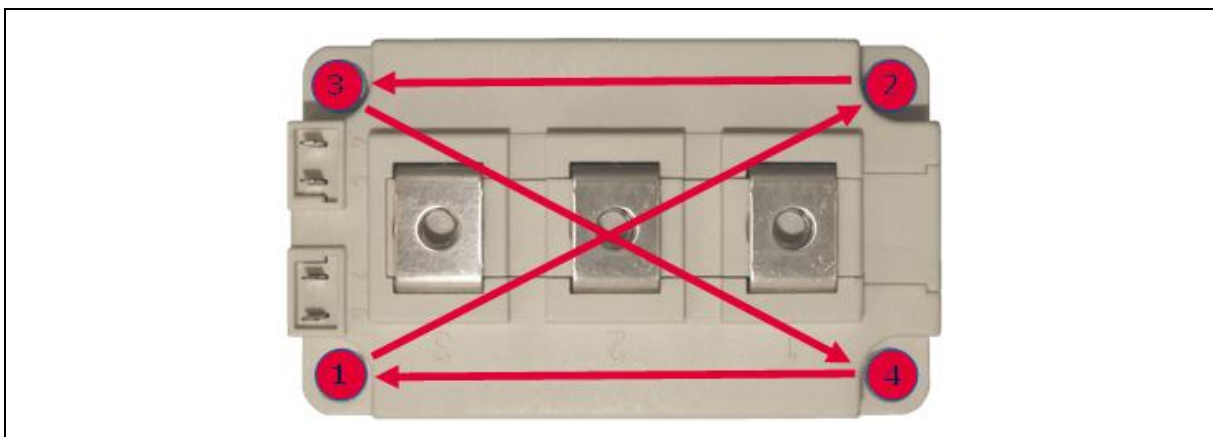

Bild 10: Anschraubreihenfolge zur Modulmontage
z.B. Schraube Nr. 1 – 2 – 3 – 4 (vgl. Bild 10)